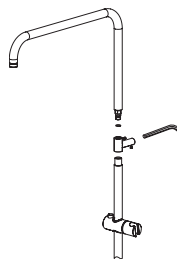

Рис. 4
3. С помощью шестигранного ключа (поставляется в комплекте) соедините плечо верхнего душа и душевую штангу как показано на рис. 4.